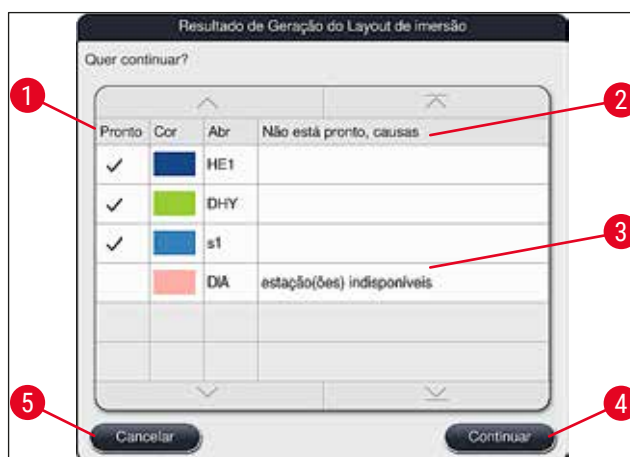

Fig. 52
- Se mais programas do que o número permitidos para integração no layout de banho foram selecionados, o usuário é informado através do display **Resultado de geração do layout de banho** (→ "Fig. 52"). Os programas integrados com êxito são identificados com uma marcação na coluna **Pronto** (→ "Fig. 52-1").